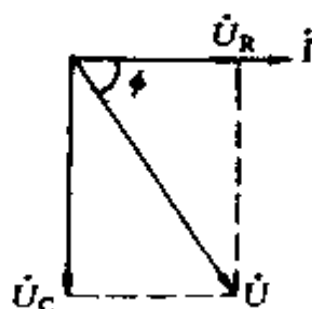

图 1-13 RC 串联
(4) RC 串联电路的特点
① 电路中流过的是同一电流 I 。其中流过电阻 R 的电流 I_R 与 R 上的电压 U_R 相位相同，流过电容 C 的电流 I_C 超前于 C 上的电压 U_C 90° ，因此，电流 I 是超前于电压 U 的，如图 1-13 所示。